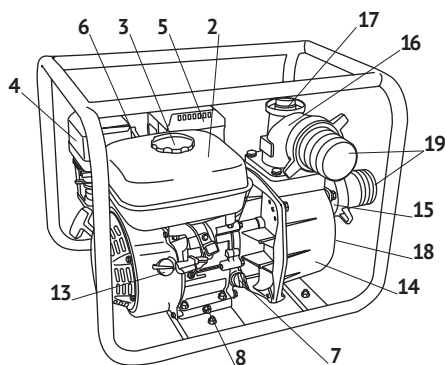
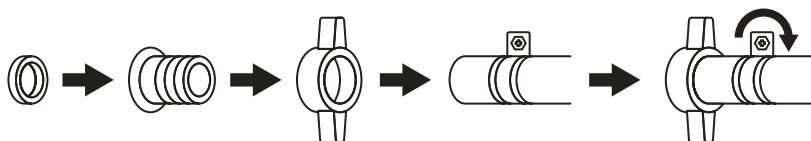

Рис. 1
Рис. 11
Установите на всасывающий патрубок насоса поставляемый в комплекте присоединительный штуцер. Закрепите штуцер на патрубке с помощью гайки крепления, убедившись, что уплотнительное кольцо расположено ровно. Присоедините армированный всасывающий шланг (не входит в комплект) к присоединительному штуцеру с помощью проволоочного хомута (рис. 11).
Установите на напорный патрубок мотопомпы поставляемый в комплекте присоединительный штуцер. Закрепите штуцер на патрубке с помощью гайки крепления, убедившись, что уплотнительное кольцо расположено ровно. Присоедините напорный шланг к штуцеру при помощи проволочного хомута (рис. 11).
- Открутив пробку заливной горловины (поз. 17, рис. 1), при помощи воронки медленно заполните корпус насоса водой. Заливайте воду до тех пор, пока из горловины не потечет вода без пузырьков воздуха. Плотнo заверните пробку заливной горловины. Следите за герметичностью всасывающего шланга и надёжностью его соединения со штуцером (поз. 19, рис. 1 и рис. 11), чтобы избежать попадания воздуха в насос. Мотопомпа готова к работе.